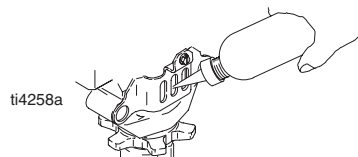

Fig. 12
8. Fig. 12. Llene la tuerca prensaestopas con líquido TSL de Graco, hasta que el líquido rebose por la parte superior de la junta.